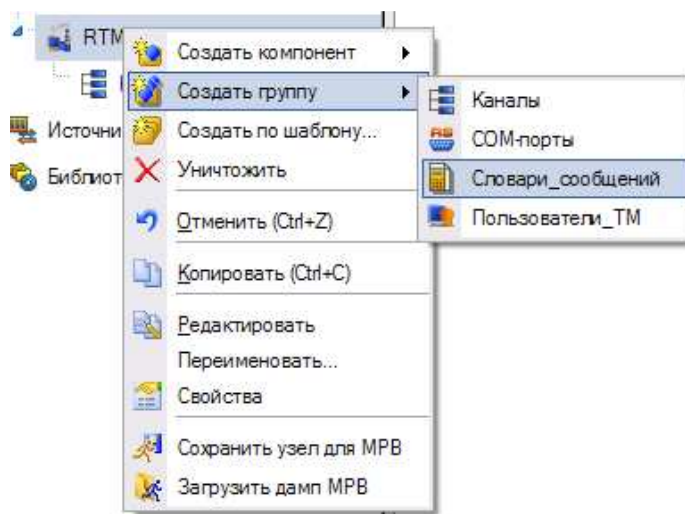

Рис. 3.64 Создание группы для словарей сообщений
3. **Создание словаря сообщений.** Выделите узел **RTM** и вызовите контекстное меню (рис. 3.64). Выберите строку **создать группу**. Среди